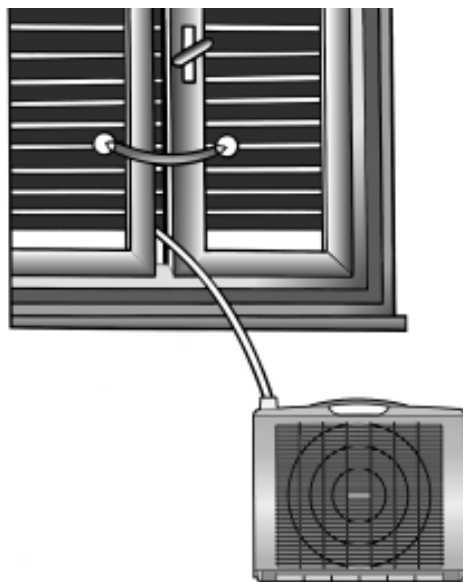

Fig. 7
• La linea flessibile di collegamento tra le due unità dovrà passare tra i due battenti della finestra, che dovranno essere chiusi il più possibile durante il funzionamento del climatizzatore (Fig. 7).
• The flexible connecting lead between the two units must pass between the two wings of the window which must be closed as far as possible when the air conditioner is working (Fig. 7).
• Die flexible Leitung zur Verbindung der beiden Geräte ist durch die Fensterflügel zu führen, die während des Gerätebetriebes so gut wie möglich geschlossen sein müssen (Abb. 7).
• La línea flexible de conexión entre las dos unidades deberá pasar entre los batientes de la ventana, que deberán estar lo más cerrados posible durante el funcionamiento del acimatizador (Fig. 7).
• Laat de flexibele verbindingsleiding tussen de beide units tussen de beide openslaande gedeelten van het raam lopen en zorg ervoor dat deze gedeelten zoveel mogelijk dicht blijven als de airconditioner in werking is (fig. 7).